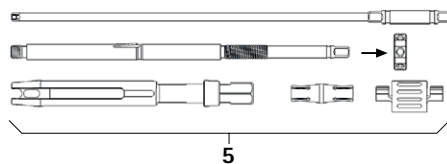

Fig. 3
- Desmontar a alavanca de reposição percutânea 5, ver Fig. 3. Desarmar completamente a alavanca de reposição e desapertar a porca tensora.